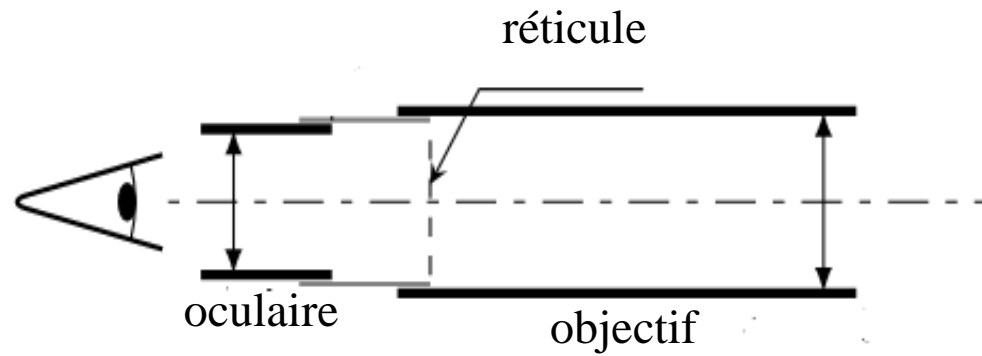

Figure 6
- Réglez le tirage de l'oculaire pour voir nettement sans accommoder le réticule (figure 6). Ce dernier est alors dans le plan focal de l'oculaire.
La figure 6 montre le schéma d'une lunette